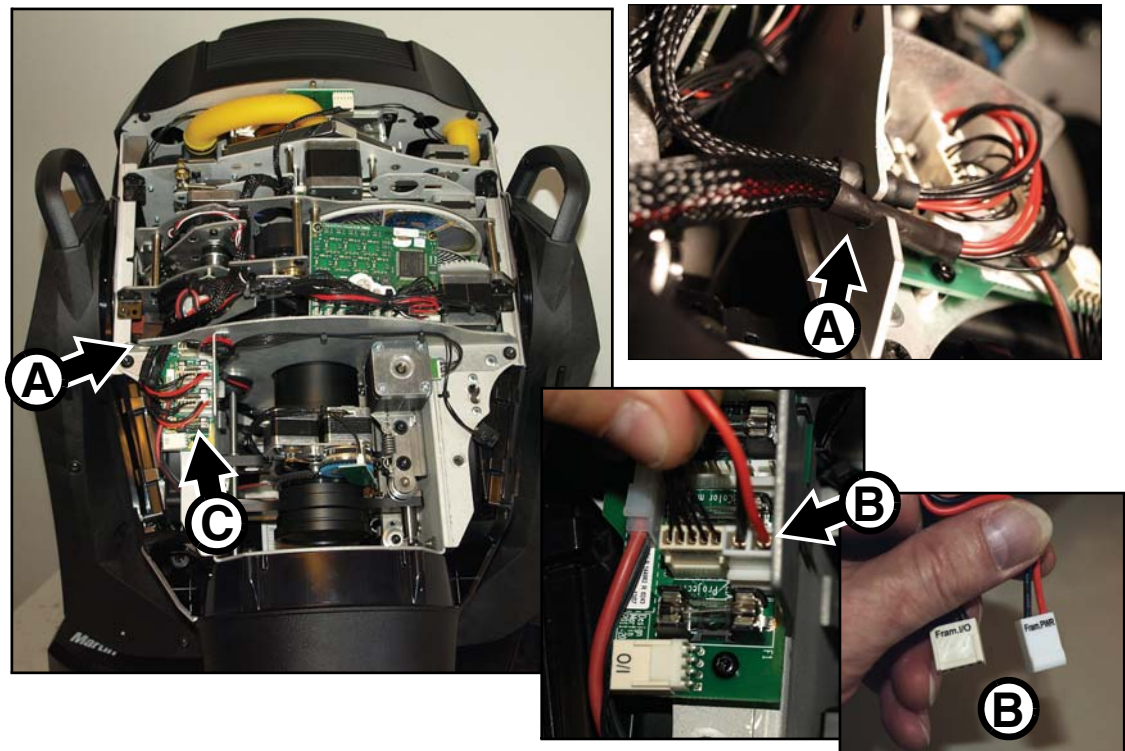

Bild 14: Trennen der Verbinder des Blendenschiebermoduls
2. Siehe Bild 14. Lösen Sie die Kabelbäume an der Stelle **A** im Zoom/Fokusmodul. Lösen Sie beide Verbinder **B** der Anschlüsse **Projection** und die Verbinder des Farbmischmoduls (Anschluss **Color Mixing**) auf der Verteilerpatine **C**.